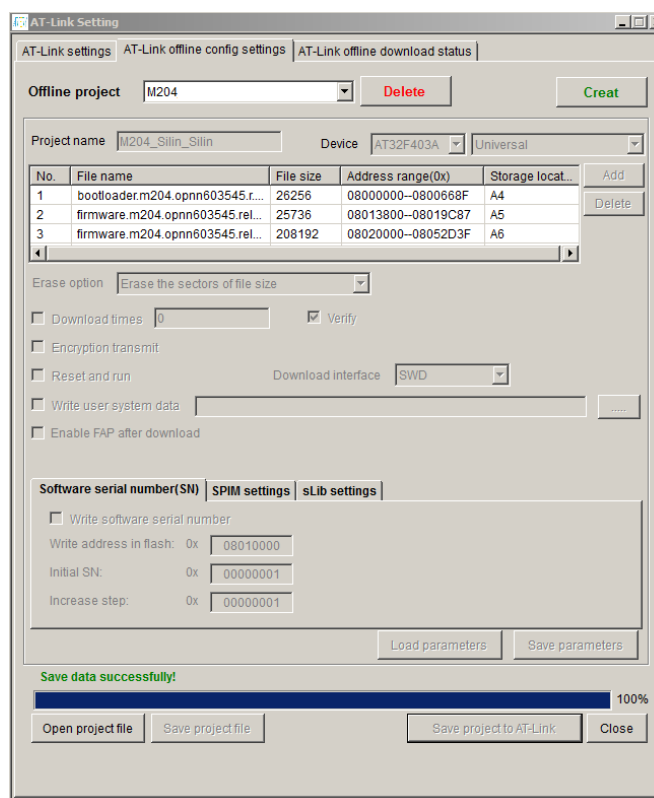

Рисунок 3.9 – Успешное завершение загрузки
3.4.16 Нажать кнопку **Save project to AT-Link** для загрузки прошивки в программатор. В процессе загрузки в интерфейсе отображается статусная строка (рисунок 3.9) и на программаторе мигает красный индикатор LED 1.